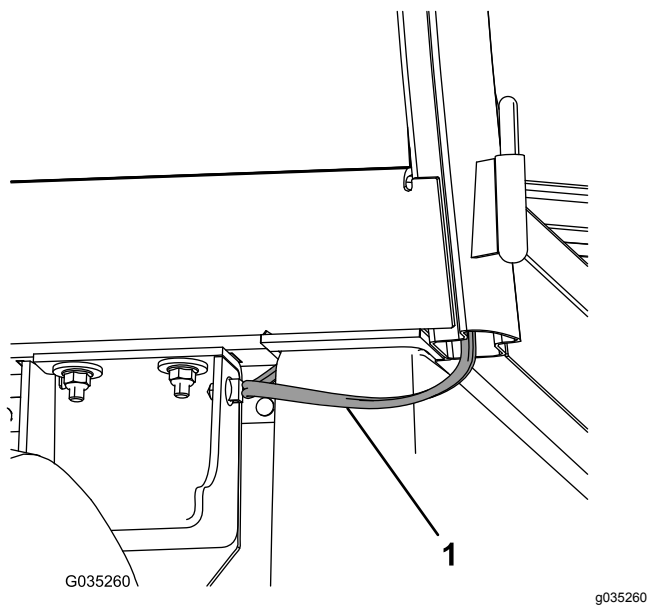

Figur 18
- Fäst det nya säkringsblocket med de två skruvarna med sexkantshuvud (#10 x ¾ tum) och två sågtandade muttrarna (#10) enligt Figur 18 för maskiner från 2019 och senare.
2. Anslut honkontakten på kablaget till det nya säkringsblocket (Figur 18) för maskiner från 2019 och senare.